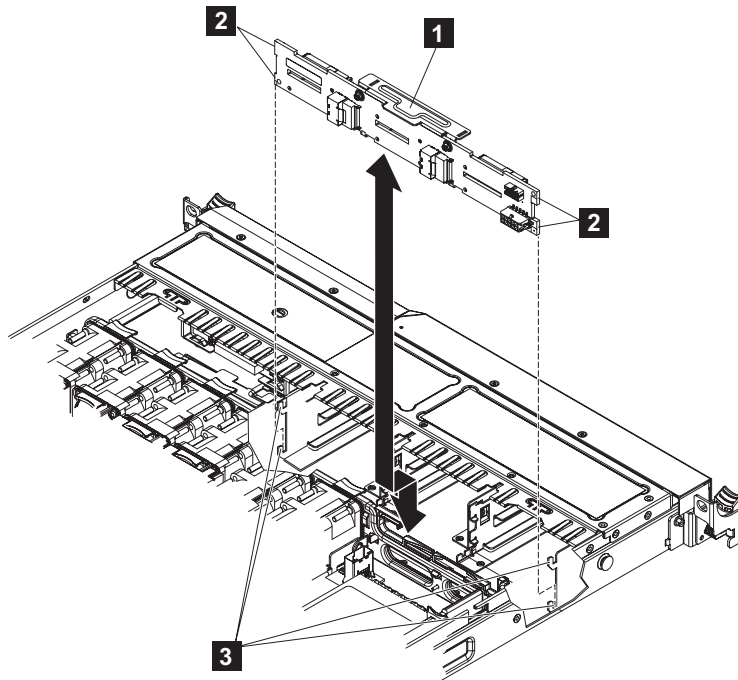

図 118. SAN ボリューム・コントローラー 2145-CF8 ディスク・バックプレーン
12. ディスク・ドライブ・バックプレーン (158 ページの図 118 の **1**) を持ち上げて、バックプレーン・タブ (**2**) をバックプレーン・ブラケットのロット (**3**) から外します。次に、ブラケットのロットから離れるまでバックプレーンを後方に押して、バックプレーンをノードから取り外します。